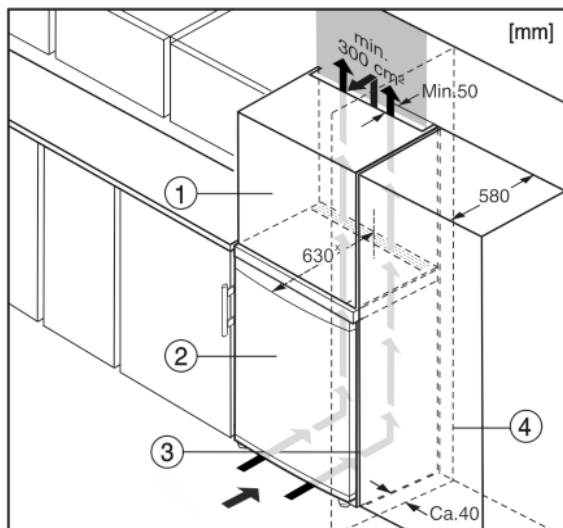

Fig. 10
- (1) Шкаф-пристройка* (3) Кухненски шкаф*
(2) Уред* (4) Стена*
Уредът може да е обграден с кухненски шкафове. За да изравните височината на уреда Fig. 10 (2) с височината на вградената кухня, над уреда може да се постави шкаф-пристройка Fig. 10 (1).
При обграждане с кухненски шкафове (дълбочина макс. 580 mm) уредът може да се постави непосредствено до кухненския шкаф Fig. 10 (3). Отстрани уредът е издаден на 34 mm *, а в средата на уреда – на 50 mm * спрямо челото на кухненския шкаф.*
Когато уредът се поставя с пантите до стена Fig. 10 (4), разстоянието между уреда и стената трябва да е поне 40 mm. Това отговаря на разстоянието, с което дръжките стърчат при отворена врата.*